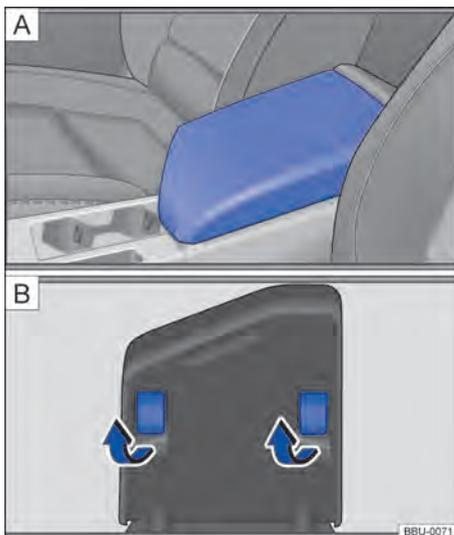

Fig. 82 Descansa-braço central dianteiro.
- Para **levantar**: puxar o descanso-braço central **A** → Fig. 82 para cima e rebater os apoios de plástico no sentido da seta **B** → Fig. 82. Em seguida, abaixar o descanso-braço central.
- Para **abaixar**: puxar o descanso-braço central **A** → Fig. 82 para cima e rebater os apoios de plástico no sentido contrário ao da seta **B** → Fig. 82. Em seguida, abaixar o descanso-braço central.